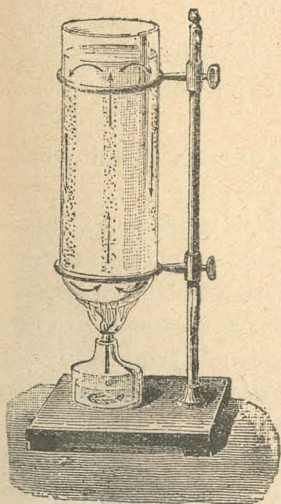

Fig. 88.—Movimiento de un líquido calentado.
*Aplicaciones.* — Los líquidos no se calientan sino por corrientes; las capas inferiores, volviéndose más livianas al calentarse, suben á la superficie, mientras que las capas frías bajan al fondo del vaso (fig. 88). Una causa análoga produce las corrientes marinas.